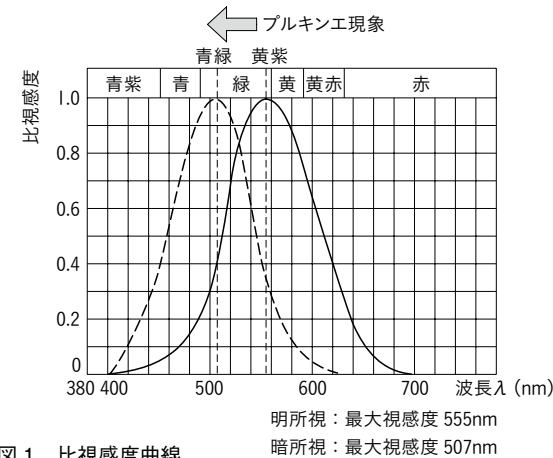

図 1 比視感度曲線
- (1) 人間の目が光を感じる波長の範囲は **380 ~ 780nm** である。
- (2) 放射エネルギーが同じ場合、人間の目は **赤よりも緑（青）の方を強く感じる**。特に、明所視では黄緑（555nm）の光を、暗所視では青緑（507nm）の光を最も明るく感じる。
- (3) 最も明るく感じる波長の視感度を 1.0 とし、ほかの波長の視感度をこれに対する比で表したものを **比視感度** という。
- (4) 下に示す図 1 を **比視感度曲線** といい、暗いところの比視感度曲線は青の方に移動し、507nm の近くで 1.0 となる。したがって、暗いところでは青～青緑を明るく感じ、赤～黄緑を暗く感じるようになる。この現象を **プルキンエ現象** という。